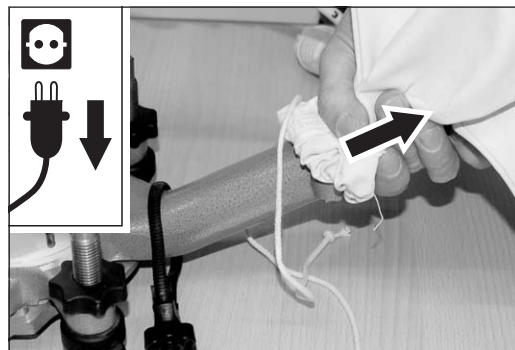
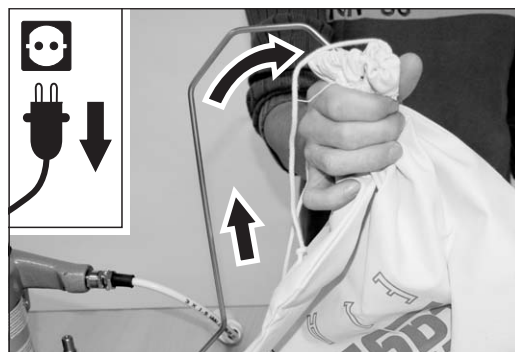

Abb. 33 Den Staub-sack zuhalten und vorsichtig vom Stutzen am Ventilatorgehäuse abziehen.
Abb. 34 Den Staub-sack zuhalten und vorsichtig vom Sackhaltebügel abziehen.
- 7 Halten Sie die Öffnung des Staub-sacks zu und ziehen Sie ihn vorsichtig vom Stutzen des Ventilatorgehäuses (Abb. 33) und vom Sackhaltebügel (Abb. 34) ab. Verschließen Sie den Staub-sack mit der Kordel, damit auf dem Weg zum Entleeren kein Staub entweicht.